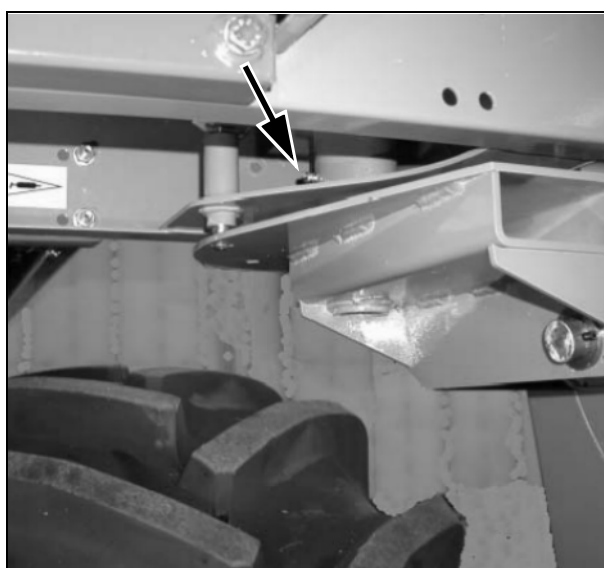

Рис. 55
43. ЛЕСТНИЦА ДЛЯ ДОСТУПА В КАБИНУ - Рис. 55